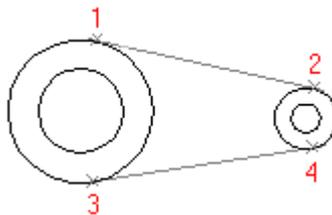

Рисунок 2
3. Укажите левую окружность большего диаметра в точке **1** (см.Рисунок 2). Появится запрос «**Ребро 2?**».
5. Укажите левую окружность большего диаметра в точке **3** (см. Рисунок 2). Появится запрос «**Ребро 2?**».